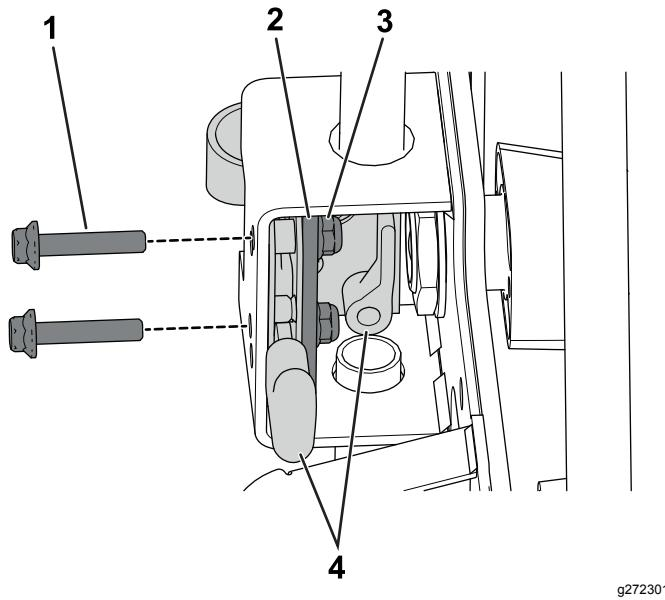

Figure 1
1. Retirez les boulons, la plaque de support et les écrous qui fixent le verrou au support de la poignée (Figure 1).
6. Montez le verrou sur le support de la poignée à l'aide des fixations que vous avez retirées à l'opération 1 ; voir Figure 1.